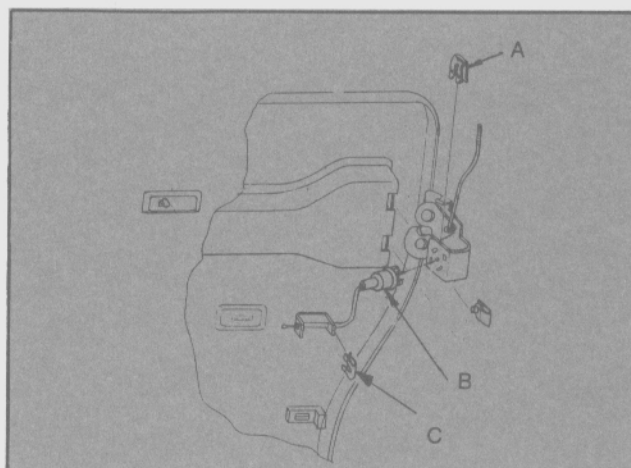

Fig. 27 - Montaje del control del mecanismo de traba.
- Extraer el clip de retención (A) que vincula el mecanismo al control de traba (B). Retirar el mecanismo conjunto (Fig. 27).
- Retirar los clips (2) de retención (C) que vinculan el cable-control de traba al respaldo (Fig. 27).
- Colocar el control de traba en el mecanismo e instalar la grampa de retención (Fig. 27).